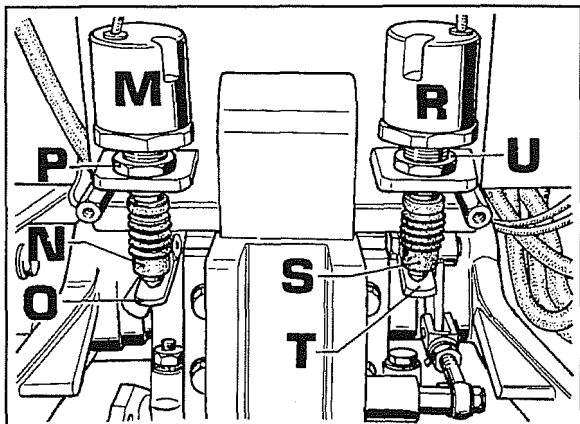
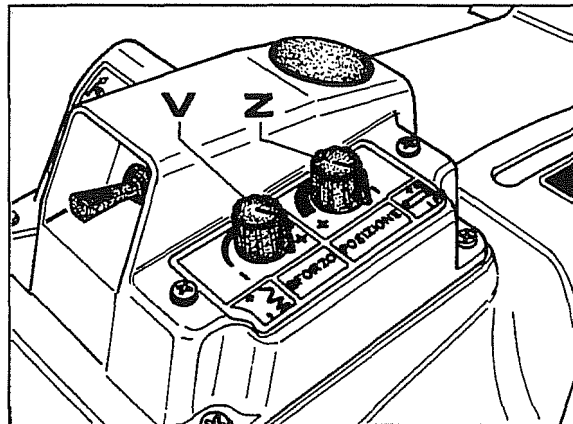

Fig. 54
Fig. 55
1. Regulação sensor posição controlada **M** (fig.54).
2. Regulação do sensor esforço controlado **R** (fig.54).
- b. Girar os dois reóstatos **V-Z** (fig.55) até ao fim de curso no sentido horário.
- d. Girar no sentido do sinal negativo (-) o reóstato **V**. Se o levantador não levanta significa que está regulado correctamente. Se, pelo contrário, o levantador levanta o utensílio, é necessário efectuar uma outra regulação. No sensor do esforço **R** fig.54 actuar como segue:
- e. Para controlar a regulação no sensor **M** fig.54 comando posição é necessário:
- e2. Verificar que o reóstato **Z** (fig.55) esteja rodado no sentido do sinal negativo (-). Empurrar à mão para cima a alavanca **O** (fig.54) do comando sensor. Se o levantador se baixa ainda mais, significa que é necessário retocar a precedente regulação operando como segue: